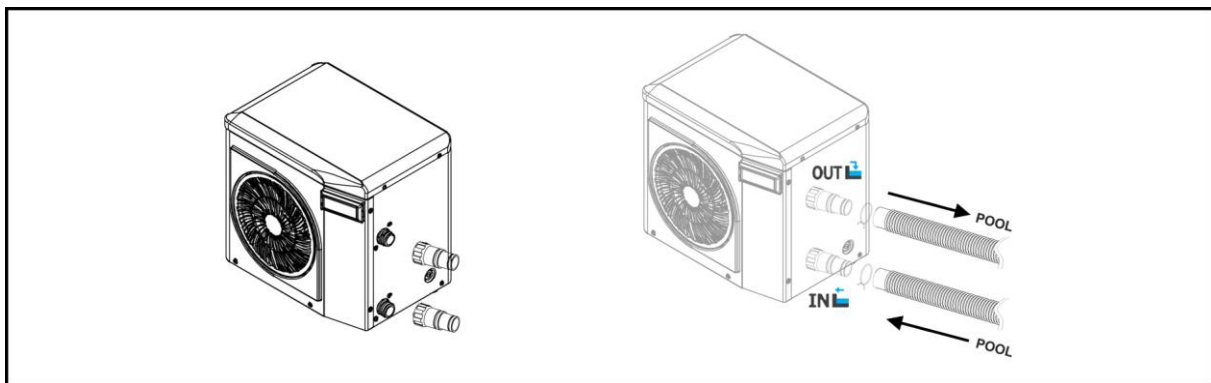

Abb. 4
- Schließen Sie nun den Poolschlauch in Richtung Pool am oberen Anschluss (**OUT**) an (Abb. 4).